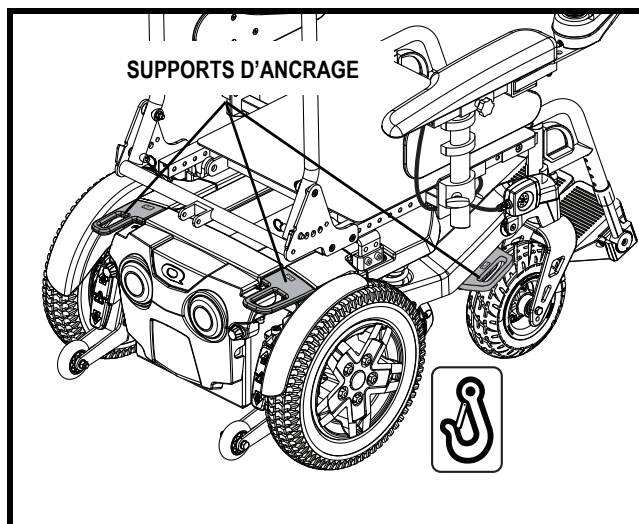

Figure 8. Support d'ancrage système transport
- Fixez les quatre (4) courroies aux points d'ancrage désignés et identifiés par le symbole d'ancre sur le fauteuil motorisé. **Voir les figures 8 et 9.** Serrez-bien les courroies pour retirer le jeu excessif.